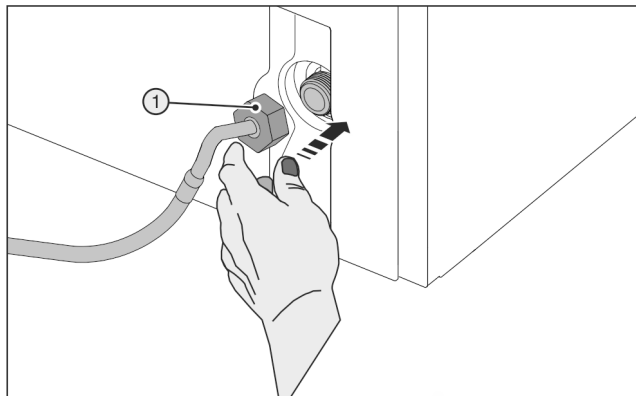

Fig. 24
- ▶ Oprezno postavite maticu Fig. 24 (1) i ravno je zavrnite na navoj.
- ▶ Oprezno postavite maticu Fig. 24 (1) i zavrnite je s dva prsta ravno na navoj sve dok se sigurno ne pričvrsti.
- ▶ Pomoćni alat (5) upotrebljavajte isključivo pri sobnoj temperaturi.
- ▶ Pritežite maticu Fig. 24 (1) pomoćnim alatom (5) u smjeru kazaljki na satu sve dok ne postignete maksimalni pritezni moment i dok se pomoćni alat (5) okreće.